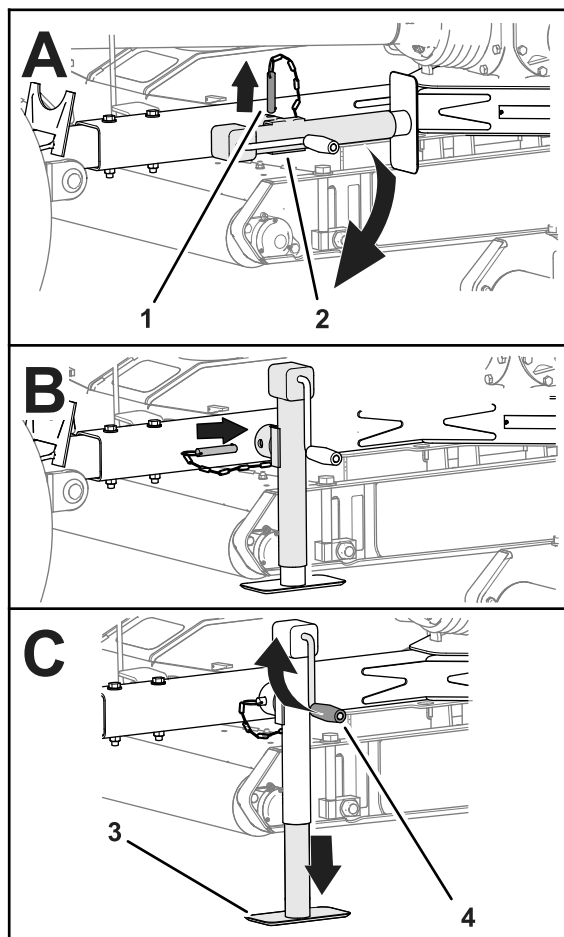

Figure 23
3. Retirez la goupille et faites pivoter le cric de la barre de remorquage à la verticale (Figure 23).
4. Alignez le trou de la barre de remorquage et le trou du cric (Figure 23).
5. Insérez la goupille dans les trous de la barre de remorquage et du cric (Figure 23).
2. Tournez la manivelle de cric pour relever complètement le pied d'appui du cric; voir Figure 23 à sous Soutenir la tondeuse avec le cric (page 17).